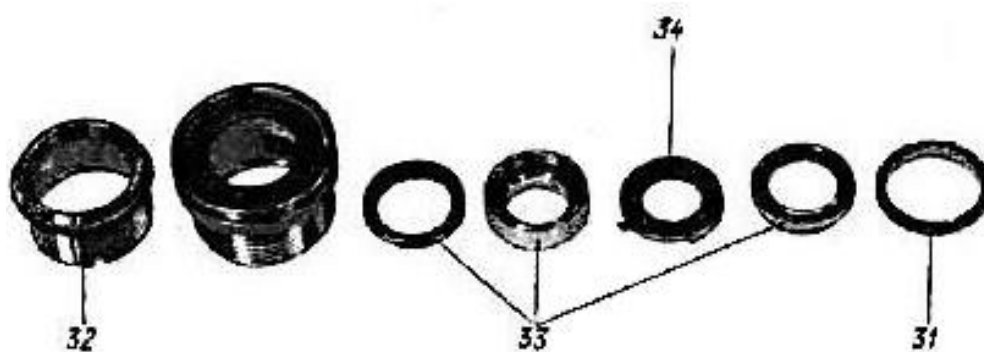

Рис. 5
3.5.2. Разобрать объектив, отвернув кольцо 31 (рис. 5) специальным ключом, вынуть поводок 32 линзы в оправе 33 и диафрагму 34.